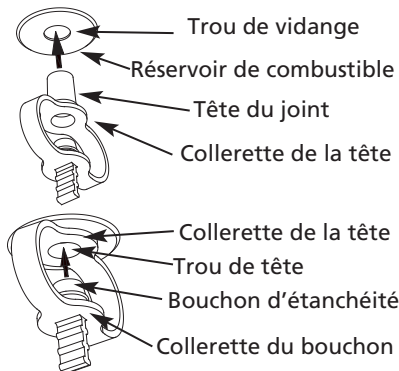

Figure 10 – Réinstallation du bouchon de vidange
- Insérer complètement la tête du joint du bouchon dans le trou de vidange pour que la collerette soit de niveau avec le fond du réservoir. Voir la Figure 10.
- Insérer le bouchon d'étanchéité complètement dans le trou pour que la collerette du bouchon soit de niveau avec la collerette de la tête. Voir la Figure 10.